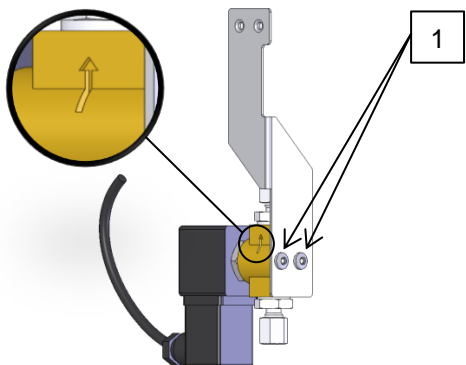

Abb. 3: Magnetventil (YV 1) montieren
- 2x Schrauben (Kennzeichnung 1 → Abb. 3) montieren.